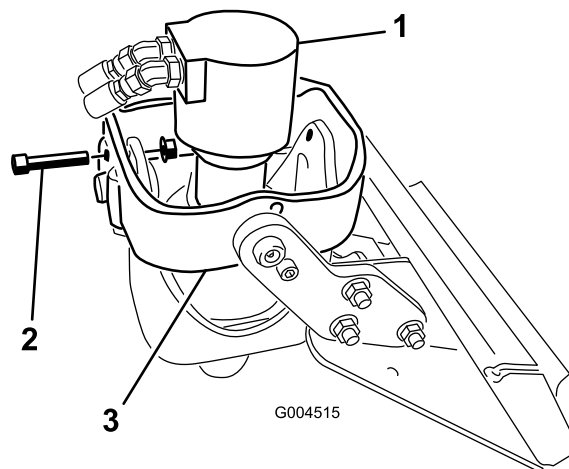

Figura 4
- B. Poziționați capul de antrenare vertical, glisați un urub ($\frac{1}{2} \times 2 \frac{1}{2}$ ") în orificiile din braele suportului frontal i fixați-l uor cu o piuliă cu guler ($\frac{1}{2}$ ") aa cum se arată în Figura 4.